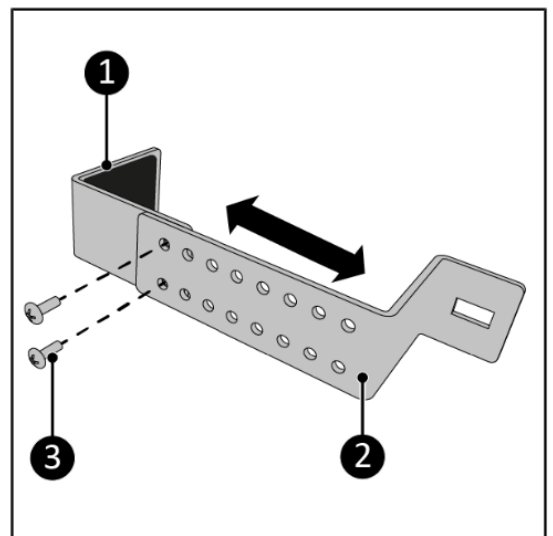

Figura 33.
3. Înșurubați partea superioară(12)(Figura 33, articolul 1) și partea inferioară(11)(Figura 33, articolul 2) folosind două șuruburi M5 x 7 mm (Figura 33, articolul 3). Asigurați-vă că lățimea este puțin mai mare decât lățimea ramei ferestrei.